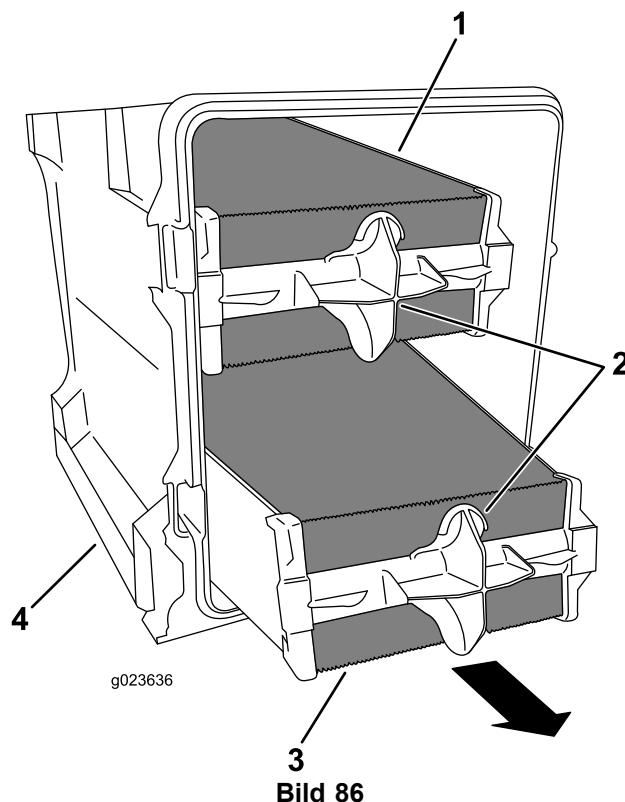

Bild 86
4. Nehmen Sie den Hauptfilter mit den Luftfiltergriffen von der Luftfilterabdeckung ab (Bild 86).